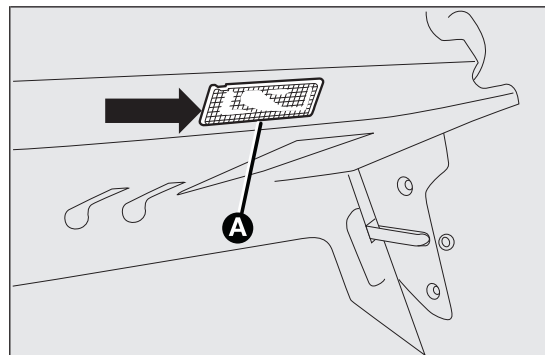

fig. 160
- ☐ enlever le plafonnier A fig. 160 en faisant levier sur le point indiqué par la flèche ;